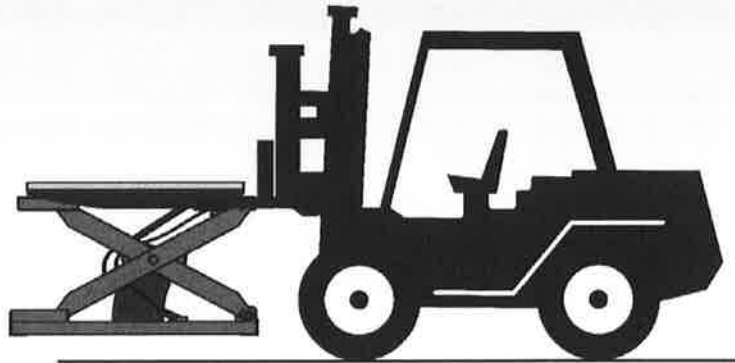

Abbildung 9 EZ Loader-Handhabung
6. Positionieren Sie die Gabeln eines Gabelstaplers wie in Abbildung 9 gezeigt unter der Plattform. Heben Sie den EZ Loader von der Palette. Entfernen Sie danach die Palette und stellen Sie diese beiseite. Stellen Sie den EZ Loader an der gewünschten Stelle auf.
2. Positionieren Sie die Gabeln eines Gabelstaplers unter der Plattform wie in Abbildung 9 dargestellt.